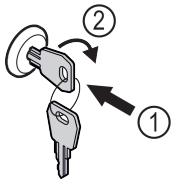

Fig. 191 Beispielhafte Darstellung
- Schlüssel hineindrücken Fig. 191 (1).
- Schlüssel um 90° im Uhrzeigersinn drehen Fig. 191 (2).